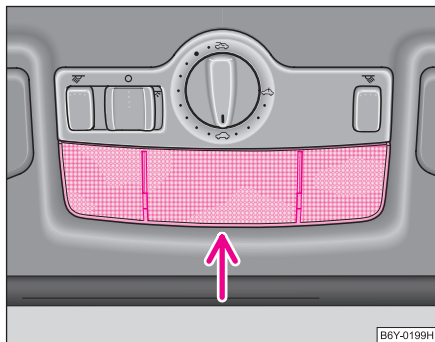

Abb. 180 Innenleuchte ausbauen
- Ziehen Sie die Streuscheibe (siehe Pfeil) nach unten vom Gehäuse ab ⇒ Abb. 180.